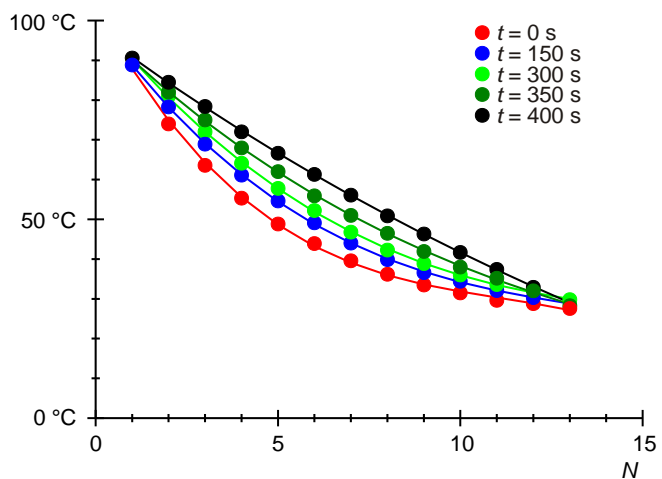

Fig. 2 : Températures le long de la barre en aluminium dans cinq séries de mesures effectuées dans un écart de 150 s.
- Représenter les séries de mesures du tableau 1 sous forme graphique dans un diagramme  $T(N)$  (Fig. 2).